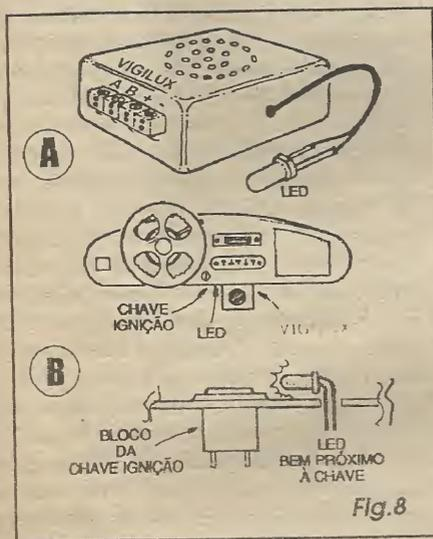

Fig. 8
**- FIG. 8 - ACABAMENTO, INSTALAÇÃO FÍSICA E USO...** - Em 8-A temos uma sugestão simples e prática para o *encaixamento* do circuito num pequeno *container* plástico padronizado, devendo ser feitos alguns furinhos (para saída do som gerado...) na face principal, contendo o alto-falante colado ou parafusado pelo lado de dentro. Numa das laterais poderá ficar uma barrinha de segmentos parafusáveis (*Sindal*), com as respectivas identificações para as